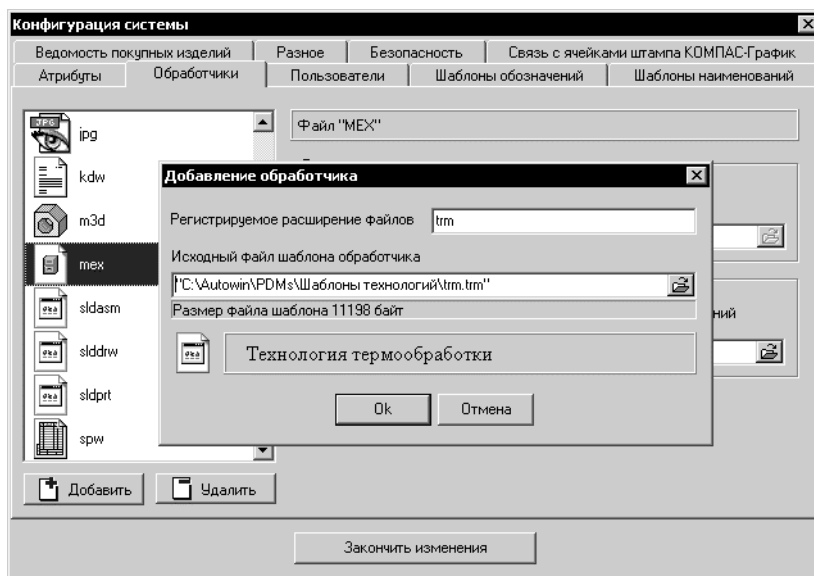

Рис. 3.88. Регистрация шаблона технологии в системе КОМПАС-МЕНЕДЖЕР
3. В поле **Регистрируемое расширение файлов** введите сокращенное наименование технологического передела (mex, sht, sbr и т.д.), в поле **Исходный файл шаблона обработчика** укажите имя и путь к предварительно созданному файлу шаблона с регистрируемым расширением (рис. 3.88).